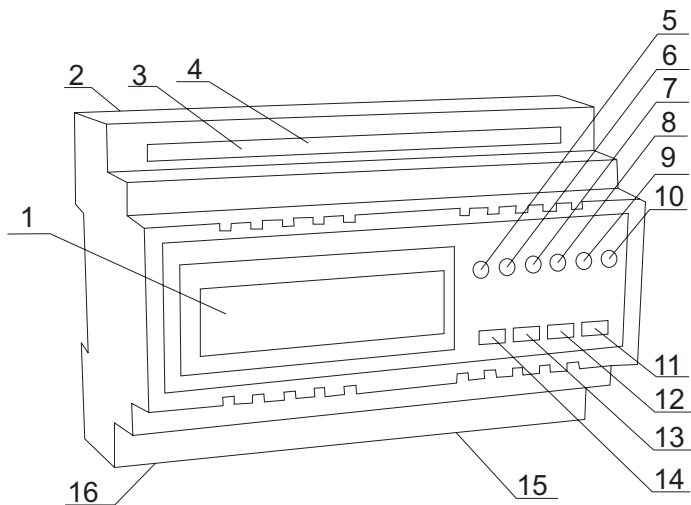
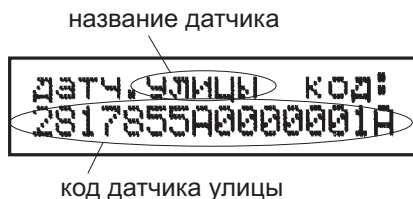

Рис.3.1. Расположение органов управления, контроля, гнезд подключения.
Рис.4.1. Экран кода датчика температуры уличного воздуха
Блок управления ИСУ-02 изображён на Рис.3.1. С нижней стороны располагаются клеммы подключения питания (16) и клеммы силовых линий для подключения управляемых
Для перехода в режим программирования следует тонким, желательно неметаллическим, предметом аккуратно нажать кнопку технологического режима внутри корпуса (поз.4 Рис.3.1), и не отпуская её, нажать кнопку «меню» (поз.14 Рис.3.1). При вхождении в технологическое меню на экране высветится окно установки кода датчика температуры уличного воздуха (Рис.4.1). Для всех датчиков вид окна и принцип работы с ним абсолютно одинаковы.